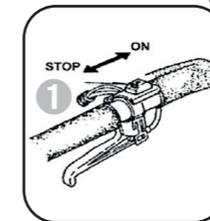

Рисунок 6.2.
1. Установить выключатель зажигания (1) в положение ON (Рис.6.2).